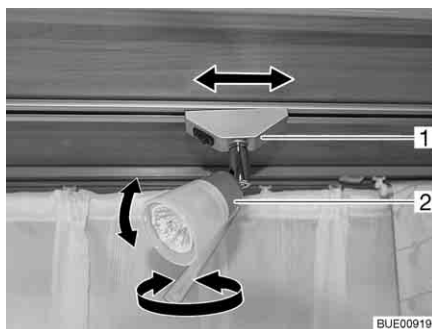

Fig. 58 Spot
Tourner : ■ Saisir le boîtier (Fig. 58,2) et le tourner.
Faire coulisser : ■ Attraper le support (Fig. 58,1) le faire pivoter d'environ 45°.
- Attraper le support (Fig. 58,1) et le faire pivoter d'environ 90°.